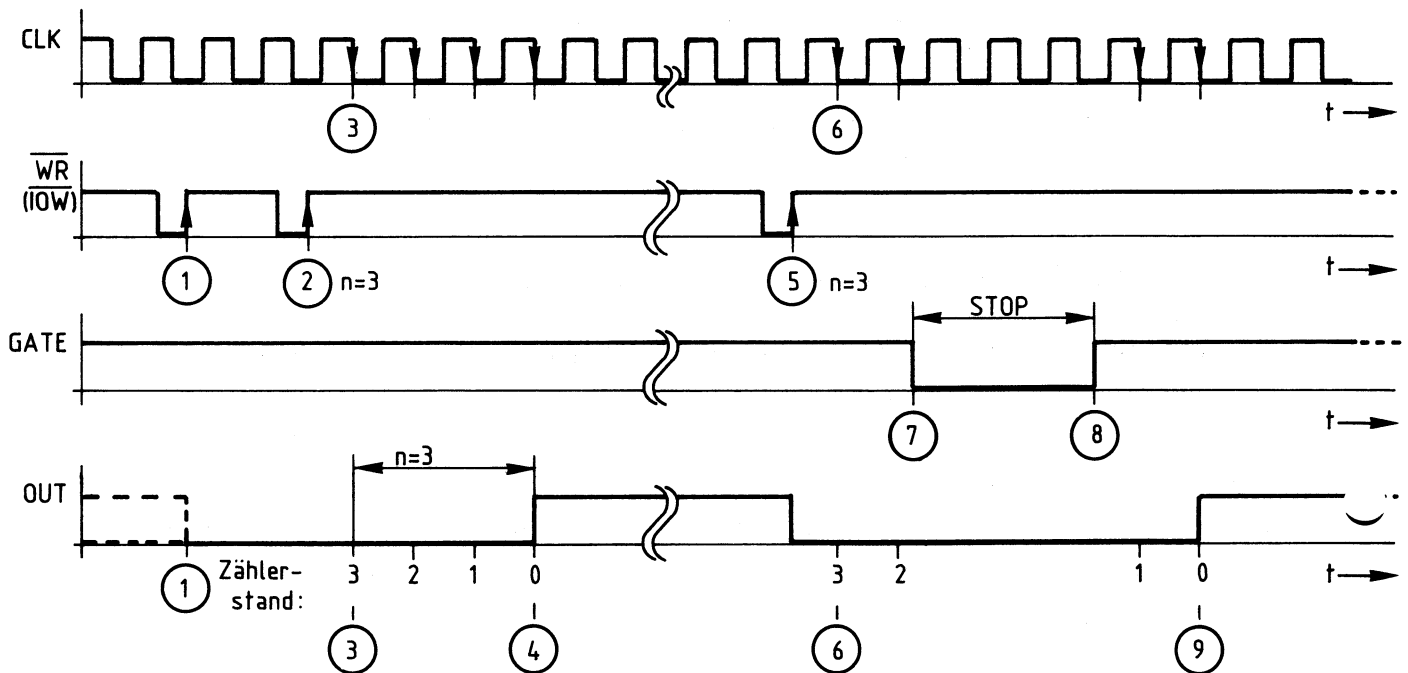

Bild 16: Impulsdiagramm zur Betriebsart 0
Bild 16 zeigt die wichtigsten Zusammenhänge der Betriebsart 0 im Impulsdigramm.
Erläuterungen zu Bild 16:
- (1) Mit der positiven Flanke des \overline{WRITE} -Signals vom Prozessor (" \overline{IOW} ") wird das Steuerwort für die Betriebsart 0 in das Status-Register des Bausteins geschrieben. "OUT" führt nun L-Signal. Der Zähler arbeitet noch nicht.
- (2) Nun wird der Zähleranfangswert mit einem oder mit zwei Schreibzyklen (je nach Definition lt. Bild 9) in das Zwischenregister des Zählers (Bild 6) geladen. In Bild 16 wird der Wert "3" mit einem Zyklus geladen.